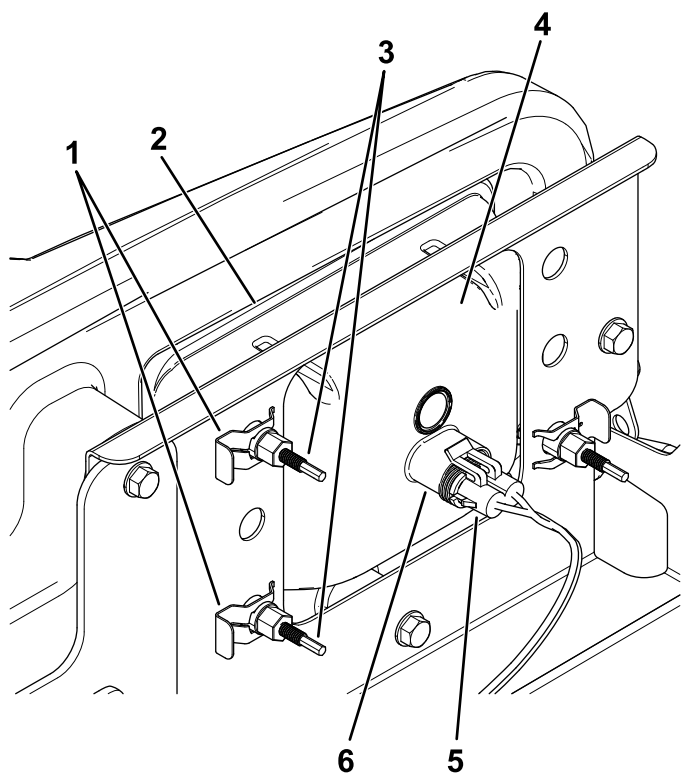

Figure 47
3. Débranchez le connecteur électrique de faisceau du connecteur du phare (Figure 47).
4. Déposez les clips rapides qui fixent le phare à son support (Figure 47).
5. Sortez le phare en le déplaçant vers l'avant à travers l'ouverture dans le pare-chocs avant (Figure 47).
6. Montez le phare neuf par l'ouverture dans le pare-chocs (Figure 47).
8. Branchez le connecteur électrique de faisceau sur le connecteur de l'ampoule (Figure 47).
5. Au dos du phare, tournez les vis de réglage (Figure 47) pour orienter le phare et aligner la position de son faisceau.